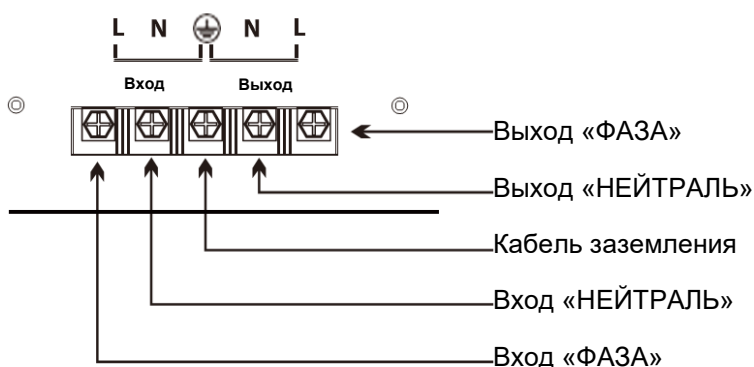

Рисунок 5. Клеммная колодка для подключения нагрузки и питания стабилизатора (выход и вход перемен.тока).
3. Подключите устройства (нагрузку) к выходным разъемам стабилизатора, см. Рисунок 5.
4. Подключите питание (сеть перемен.тока) к входным разъемам стабилизатора, см. Рисунок 5.